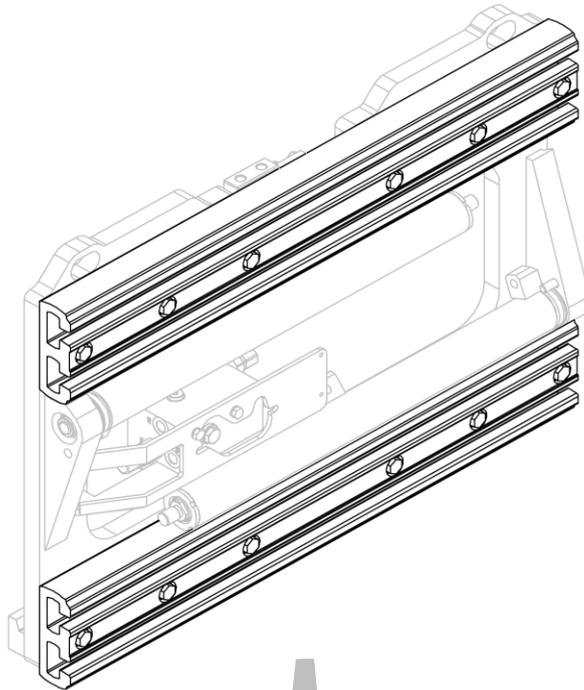
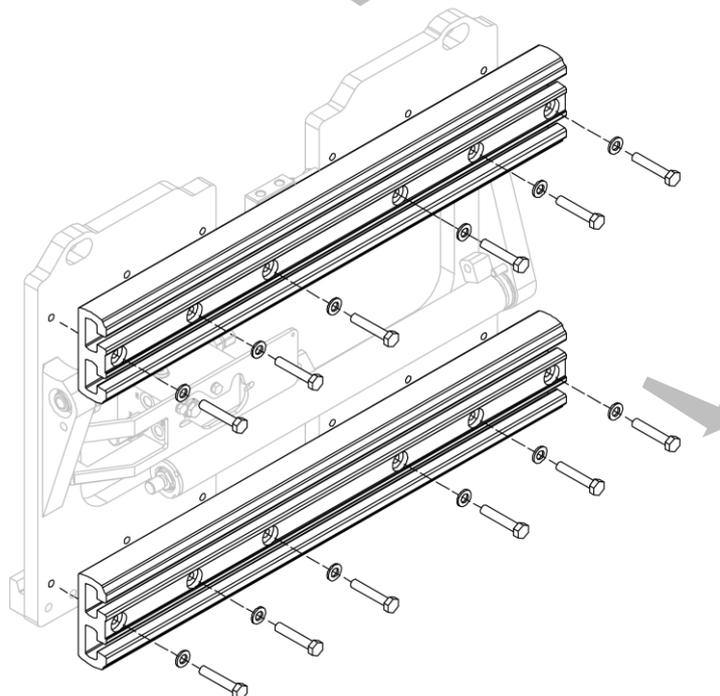

Figure 34
Figure 35
2. Retirer, un par un, les profils en aluminium après avoir dévissé les vis prévues à cet effet (voir Figure 34 e Figure 35).